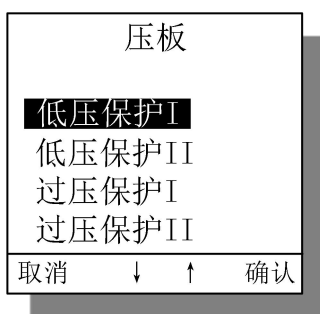

图 22 具体保护软压板界面
- 1) 选定具体保护软压板。在压板菜单界面后，操作方向键[▲]或[▼]将光标移压板修改条目上，按[+]键进入具体保护软压板界面。用户可操作[▲]、[▼]进行移动光标和翻页。具体保护软压板界面图见图22，图仅作参考，不同型号装置可能稍有差别。